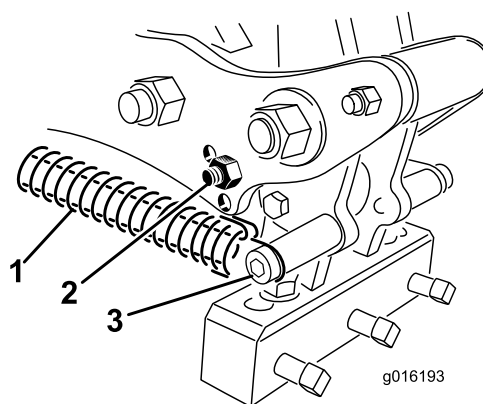

Figura 35
3. Desconecte el muelle tensor del cabezal de taladros (Figura 35).
4. Retire el perno del tope y el tope del brazo de acoplamiento, y colóquelos en el otro taladro de ajuste (Figura 35).